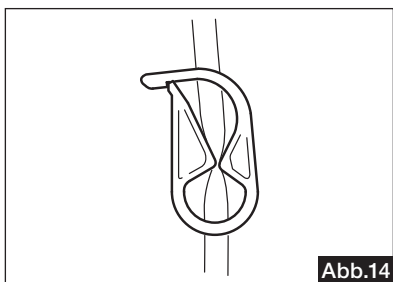

Abb.14
- 1) Schließen Sie die Schlauchschelle, die sich zwischen Kühlmittelschlauchnadel und Kühlmittelpumpe befindet (Abb. 14).